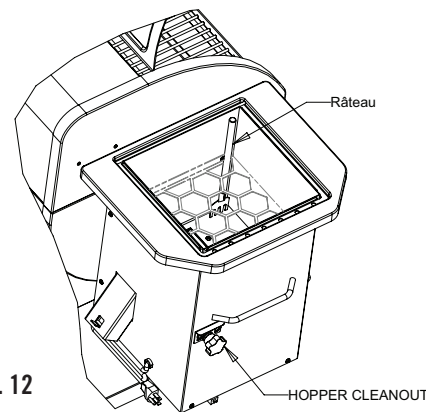

Fig. 12
6. stocker le râteau dans le coin de la trémie comme le montre la fig.12